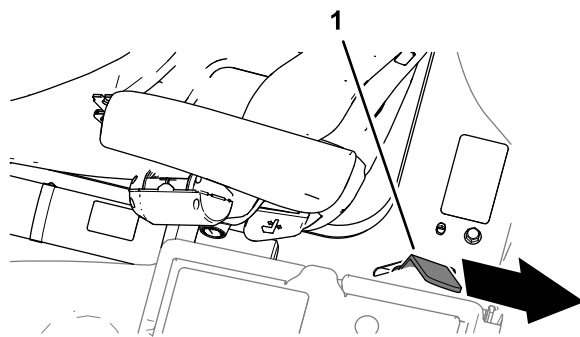

Figura 44
3. Abbassate completamente la pedana e spostate la maniglia di fermo verso la parte posteriore della macchina fino a quando il fermo non si innesta completamente sulla barra di bloccaggio (Figura 44).